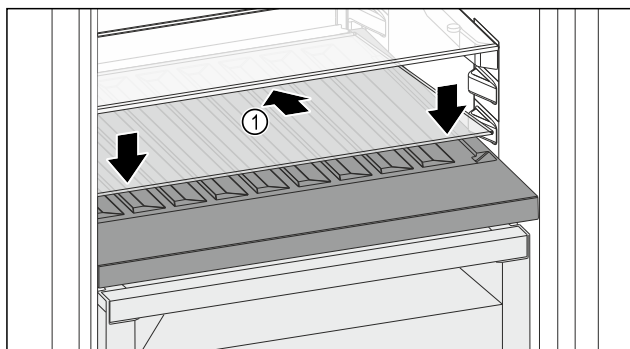

Fig. 138
- ▶ Вставьте стеклянную пластину Fig. 138 (1) наискосок и с уклоном назад вниз.
- ▶ Опустите стеклянную пластину Fig. 138 (1) спереди.